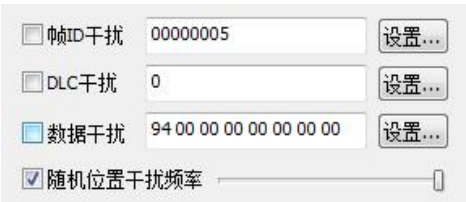

图 8.129 随机干扰强度
- ✧ 随机干扰强度：根据设置的随机干扰频率，对 CANScope 发送帧随机干扰，干扰强度可控。用户可以拖动干扰频率的强度条，来确定干扰强度，如图 8.129 所示。